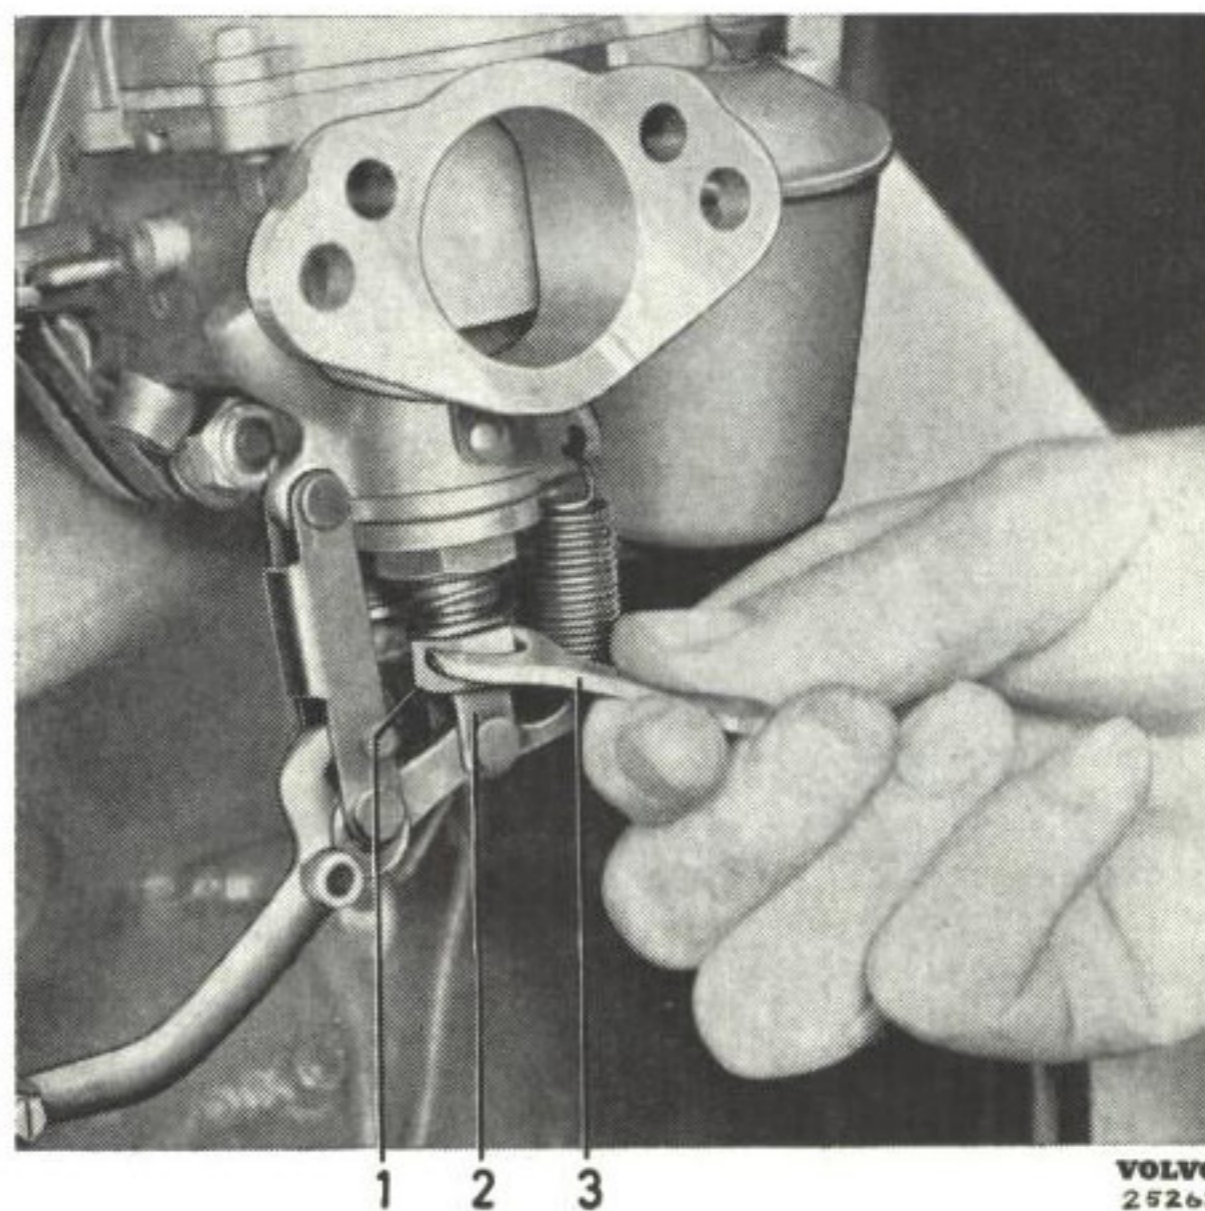

Bild 19. Inställning av justermutter.
Inställning av tomgång göres dels med skruvarna (3 och 7, bild 4) på spjällarmarna, varigenom varvtalet regleras, dels genom vridning av justermuttarna vid munstyckshuvudena (1, bild 19), var-
5. Ställ in munstyckena genom att vrida justermutterna så, att tomgångsvarvtalet blir så högt som möjligt med oförändrad spjällöppning. Justera förgasarna en åt gången. Skruva först justermuttern (1, bild 19) uppåt, tills ojämn gång erhålles samt därefter tillbaka så mycket att bästa gång uppnås. Blir varvtalet för högt, får det sänkas genom utskruvning av tomgångsskruven vid spjällaxelns hävarm. Kontrollera därefter omigen enligt föregående punkt, att genomströmningen är lika i båda förgasarna.